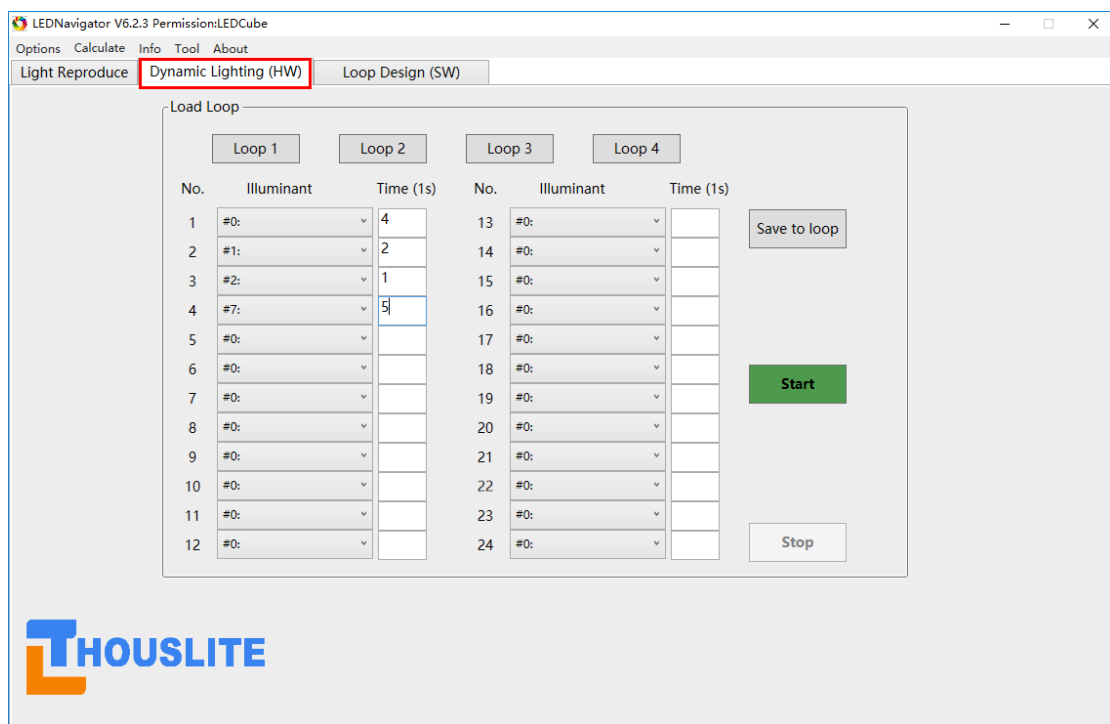
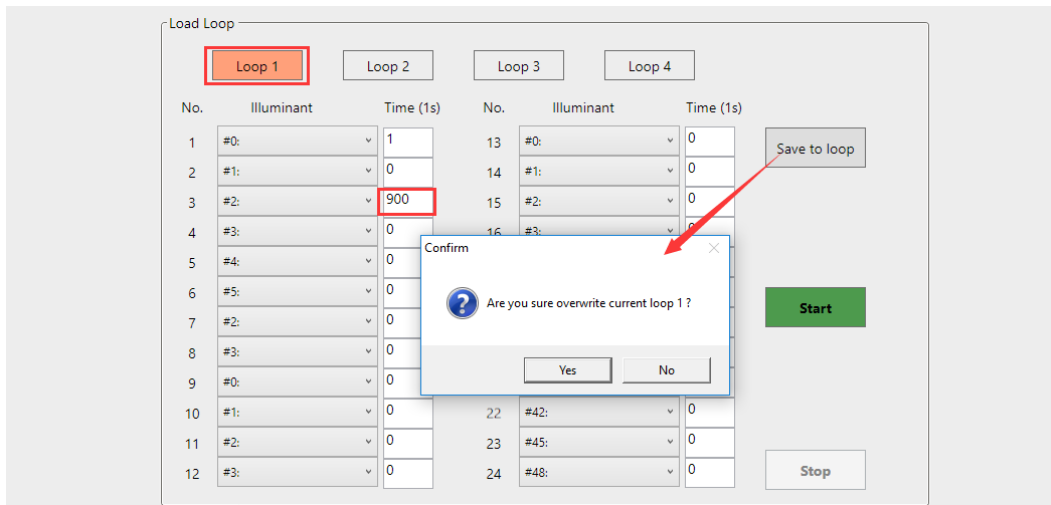

图 4.13. 动态照明功能模块界面
图 4.14. 保存修改至当前的循环
图 4.13 所示为动态照明（硬件）模块 *Dynamic Lighting (HW)*，该模块可存储 4 个光循环 *Loop*，点击相应 *Loop* 后，用户可自行设置每个光循环，每个 *Loop* 内最多可添加 24 种的 LEDCube 硬件中存储的光源，最小切换间隔为 1 秒。光源为 LEDCube 硬件内 80 个存储的光源中任一个，如果光源时间设为 0，则该光源将被跳过。点击 *Start* 按钮和 *Stop* 按钮可以开始或停止循环，另外，用户可以点击 *Save to loop* 保存修改至相应的循环序号中，如图 4.14。